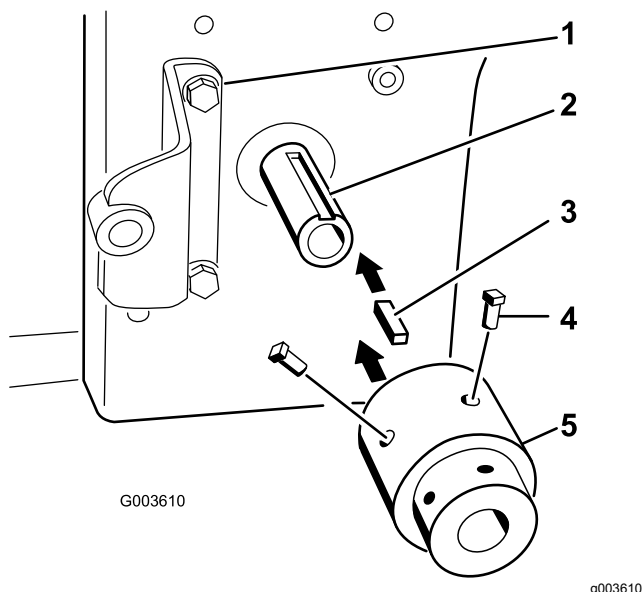

Figure 20
6. Placez la clavette carrée ($\frac{1}{4}$ " x 1") dans la fente de l'arbre de PDF du moteur (**Figure 20**).
7. Alignez le moyeu sur la clavette carrée et posez-le sur l'arbre de PDF (prise de force) du moteur (**Figure 20**).
8. Appliquez du frein-filet sur les 2 vis de maintien ($\frac{5}{16}$ " x $\frac{3}{4}$ ") et placez-les dans le moyeu pour le fixer à l'arbre de PDF (**Figure 20**).